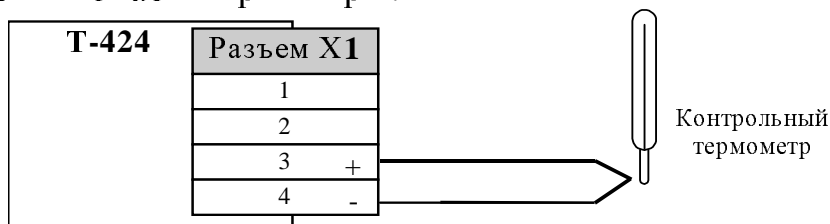

Рис. 8.1.7.
Для проведения проверки применяется схема, приведенная на рис.8.1.7. Контрольный термометр должен находиться в непосредственной близости с рабочим спаем термопары.
- Собрать схему подключений согласно рис. 8.1.7, использовать термопару типа ТХА;